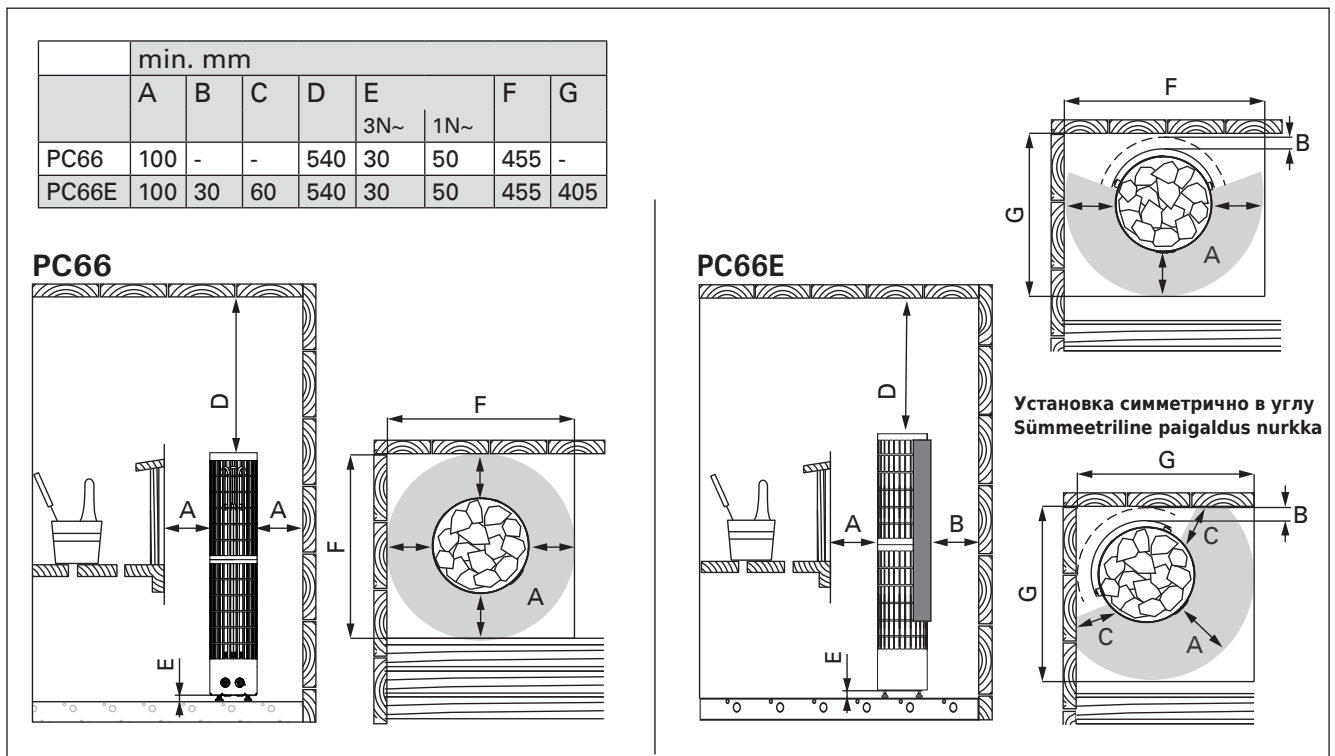

Рисунок 6. Расположение и безопасные расстояния (все размеры приведены в миллиметрах)
Минимальные безопасные расстояния показаны на рис. 6.
**Внимание! Для модели PC66E защитное ограждение обязательно! При установке защитного ограждения на каменку PC66 безопасными следует принимать расстояния, определенные для модели PC66E (рисунок 6).**